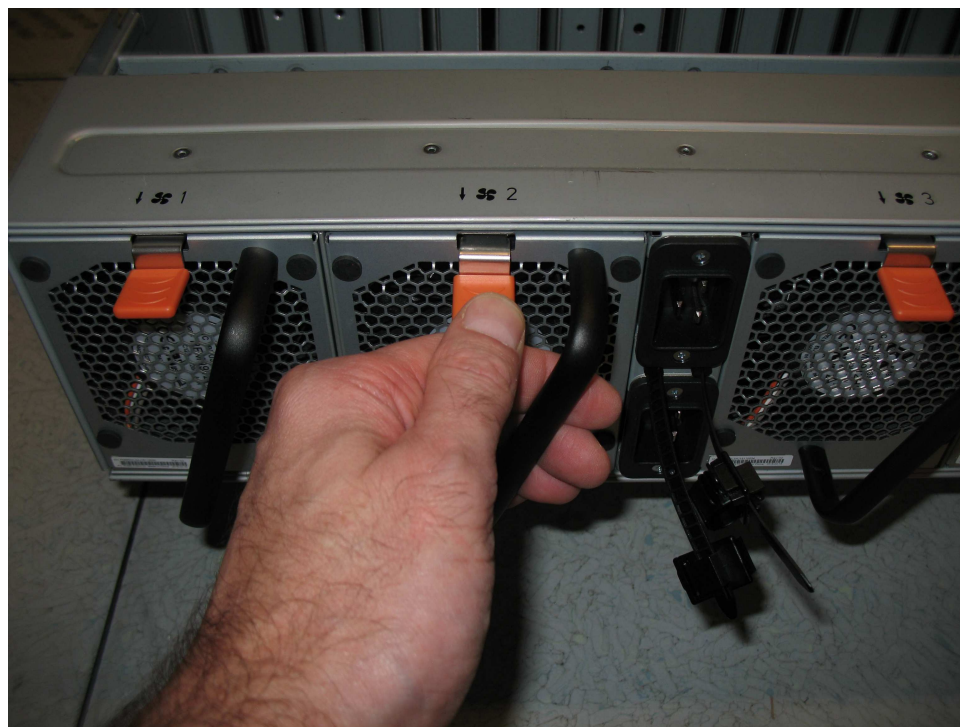

Figura 121. Pestaña de liberación de módulo de ventilador
2. Pulse la pestaña de liberación en el módulo de ventilador, como muestra la Figura 121 en la página 136.